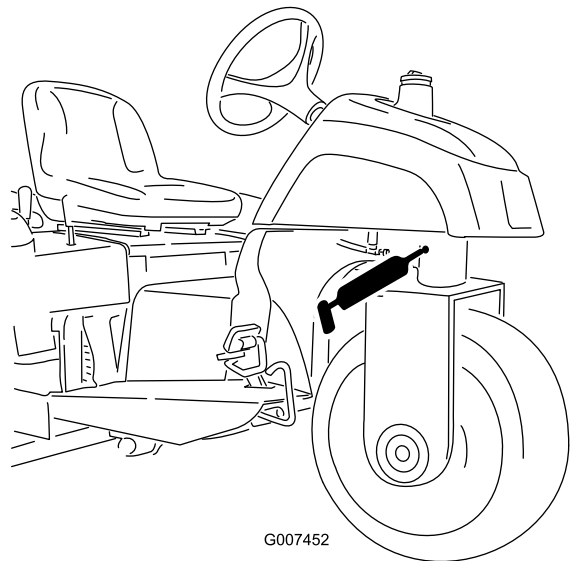

Bild 24
- Lenkzapfen (Bild 24)
**Hinweis:** Für den bündigen Nippel am Lenkzapfen (Bild 24) benötigen Sie einen Fettspritzenadapter. Erhältlich unter der Teilenummer 107-1998 vom offiziellen Toro-Vertragshändler.